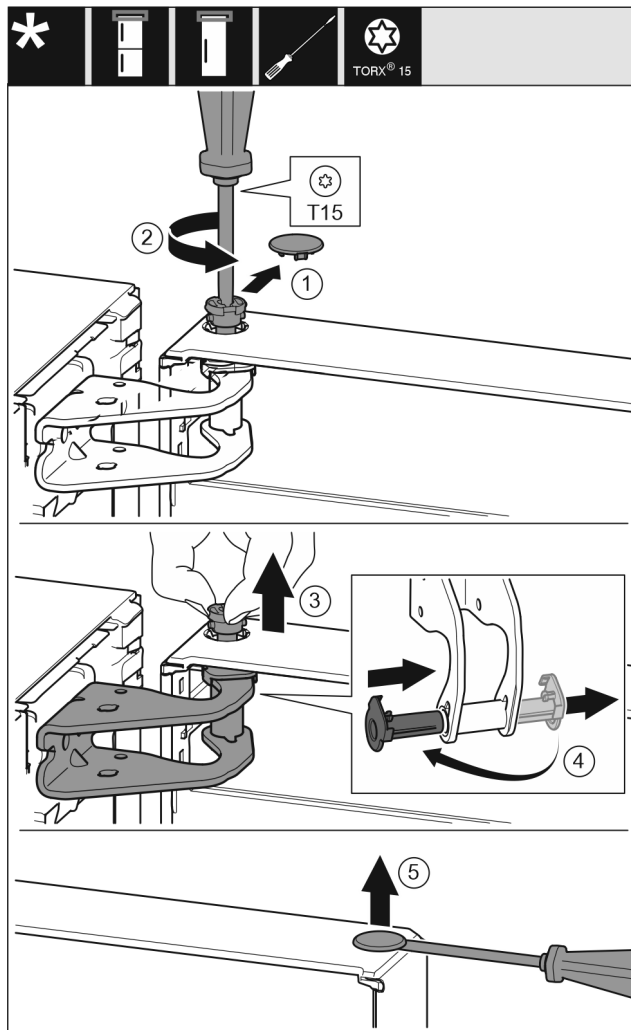

Fig. 10
- ▶ Sicherungsabdeckung vorsichtig abziehen. Fig. 10 (1)
- ▶ Bolzen mit Schraubendreher T15 ein Stück herausdrehen. Fig. 10 (2)
- ▶ Tür festhalten und Bolzen mit den Fingern herausziehen. Fig. 10 (3)
- ▶ Lagerbuchse aus Führung ziehen. Von der anderen Seite einsetzen und einrasten. Fig. 10 (4)
- ▶ Stopfen aus der Türlagerbuchse vorsichtig mit einem Schlitzschraubendreher anheben und herausziehen. Fig. 10 (5)